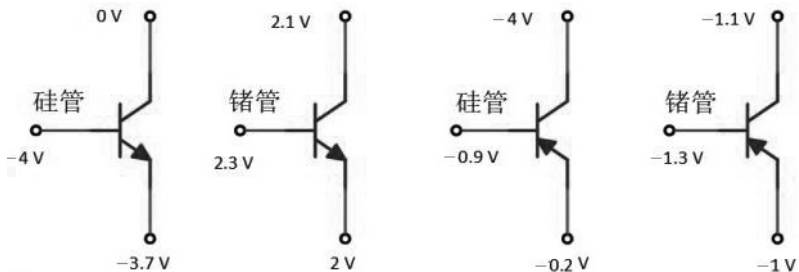

图 2-29 题 3 图
3. 用万用表直流电压挡测得三极管的各极对地电位如图 2-29 所示,判断这些三极管分别处于哪种工作状态(饱和、放大或截止)。